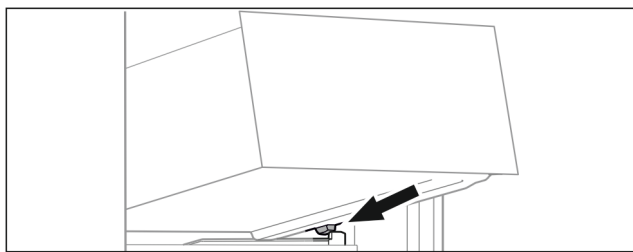

Fig. 72
- ▶ Nasadte zásuvku šikmo za zarážky na žebrování na nádoby. (viz Fig. 72)